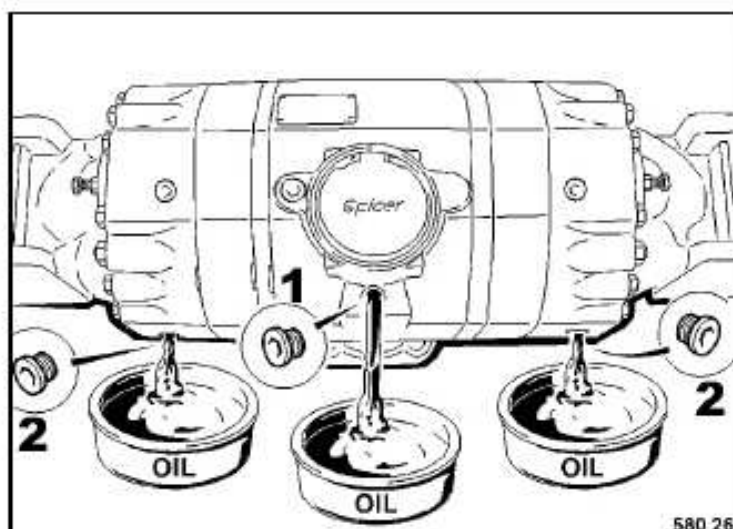

Fig. 138
- Limpiar y desenroscar todos los tapones de control y de descarga (Fig. 138).